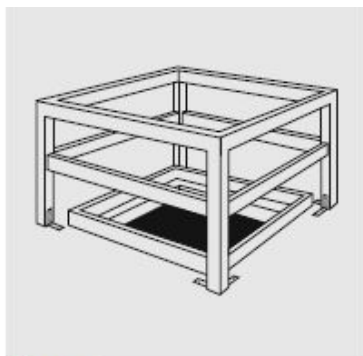
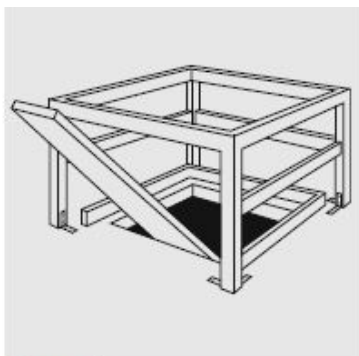
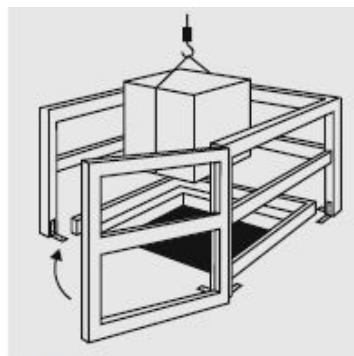

Figura 2
Figura 3
Figura 4
*Apertura nel pavimento protetta su tutti i lati da un parapetto (figura 2). In caso di necessità, per esempio per la movimentazione di tavole o aste, si può rinunciare ai listelli intermedi (figura 3), oppure un lato del parapetto può essere girevole e a chiusura automatica (figura 4).*